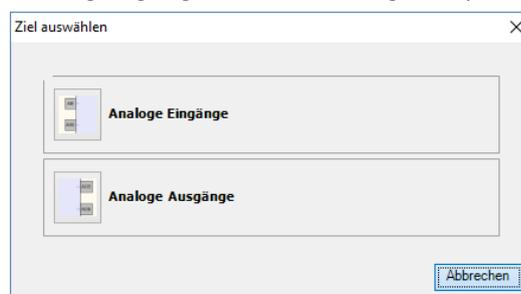

Abb. E.2
6. Wählen Sie Analogeingänge als Kalibrierungsziel (Abb. E.2).
8. Wählen Sie Analogausgänge als Kalibrierungsziel (Abb. E.2).
6. Wählen Sie **Analogausgänge** als Kalibrierungsziel (Abb. E.2).